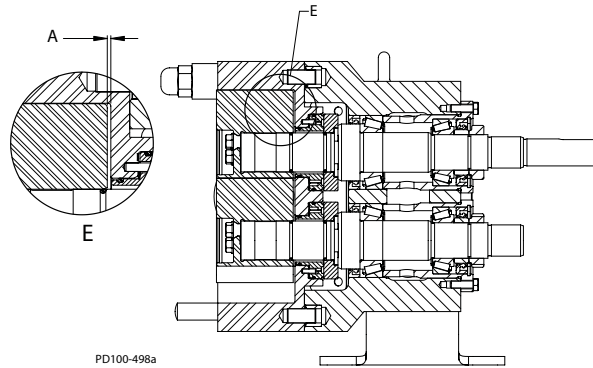

Figura 57 - Holgura entre el rotor y el cuerpo de la bomba
1. Mida la holgura entre el rotor y el cuerpo de la bomba, como se muestra en el detalle E, elemento A de la Figura 57. Tome nota del valor.